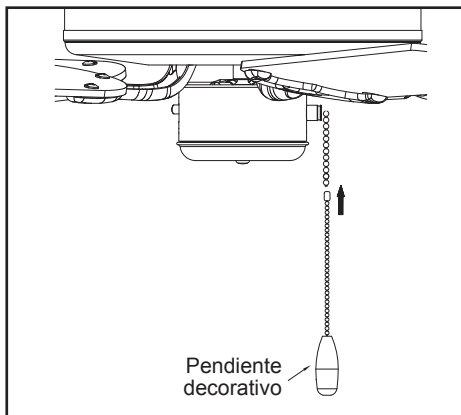

Figura 13
1. Instala las cadena de extensión y pendiente decorativo del interruptor de cadena (Figura 13).